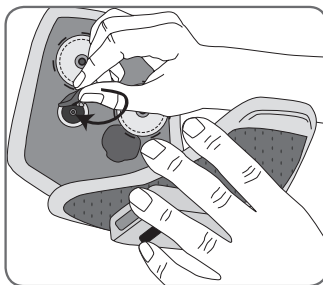

Abbildung 9-10: Einrasten der L300-Elektrodenbasen in die Löcher der L300-FS-Manschette
5. Lassen Sie die neuen L300-Elektrodenbasen in die Löcher der L300-FS-Manschette einrasten (siehe Abbildung 9-10).